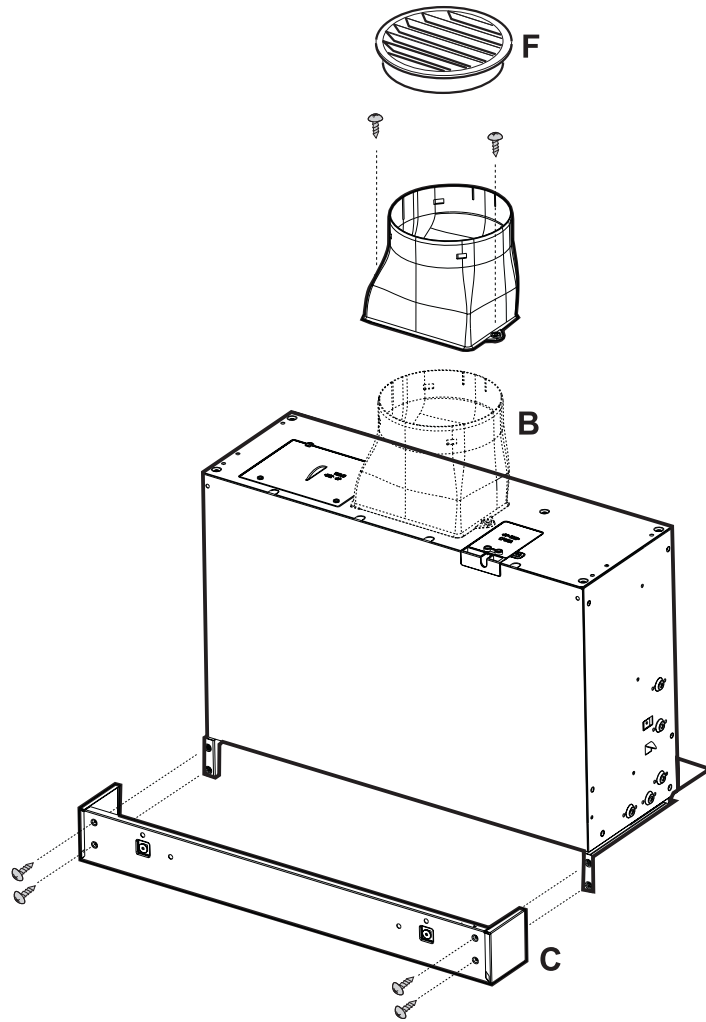

Fig. 2
In dit geval moeten de afstandhouders aan de buitenkant op de omkasting gemonteerd worden ter hoogte van de gaten voor de bevestigingsschroeven op de keukenkast (Afb. 2-A).
1. Meet de diepte van de keukenkast (houd ook rekening met het deurtje), omdat tot een diepte van 315 mm een beschermkap van 37 mm gemonteerd moet worden. Bij meer dan 315 mm moet een beschermkap van 75 mm gemonteerd worden. De beschermkap **C** moet met 4 schroeven op de beugels van de omkasting bevestigd worden (Afb. 2).
2. Bevestig het verbindingstuk van de luchtuitlaat **B** bovenop de omkasting (Afb. 2).
breng de deflector **F** op het verbindingstuk aan (Afb. 2).